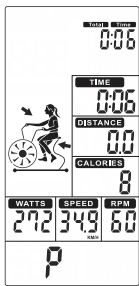
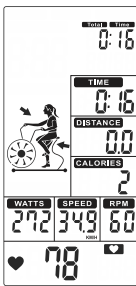

FIGURA 17
FIGURA 18
1. En el modo de espera, presione START para comenzar a entrenar rápidamente, el timbre sonará durante 1 segundo. TOTAL TIME / TIME / DISTANCE / CALORIES / WATTS / SPEED / RPM comienza la cuenta regresiva (Figura 17).
2. Siempre que haya una entrada de señal de pulso,  se iluminará y el símbolo  parpadeará y mostrará el valor del pulso (Figura 18). Sin entrada de pulso, mostrará "P" (Figura 17).